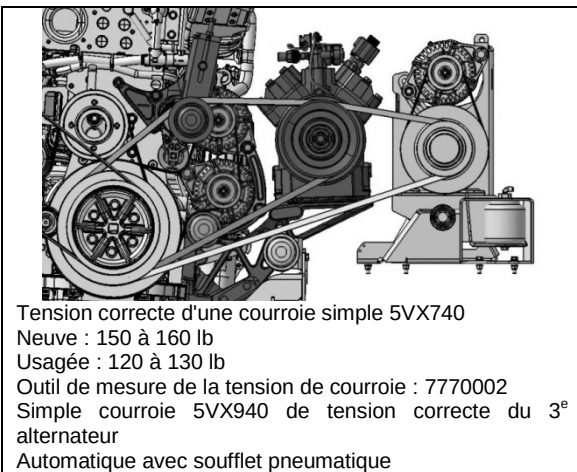
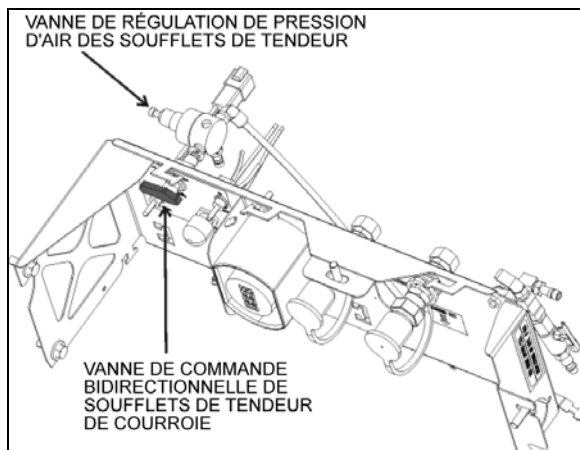

FIGURE 25: DISPOSITION DES COURROIES, SÉRIE H AVEC 3 ALTERNATEURS
FIGURE 27: SOUPAPE DE COMMANDE DU TENDEUR DE COURROIE – SÉRIE H
2. Pour les véhicules équipés d'un troisième alternateur, la tension de la courroie est aussi appliquée grâce à un soufflet pneumatique (Figure 25). Tourner la soupape de commande à deux voies du tendeur de courroies dans le sens antihoraire pour libérer la pression du soufflet (Figure 27).
Pour les véhicules de la série H équipés d'un 3^e alternateur, (Figure 25) la tension de la courroie est aussi appliquée grâce à un soufflet pneumatique ajusté par un régulateur de pression d'air (Figure 27). La pression adéquate de 45 psi est réglée en usine. Vérifier
La tension de la courroie est appliquée grâce à un soufflet pneumatique qui est ajusté par un régulateur de pression d'air (Figure 27). La pression adéquate de 45 psi est réglée en usine. Vérifier périodiquement la pression du régulateur avec un manomètre et corriger au besoin.